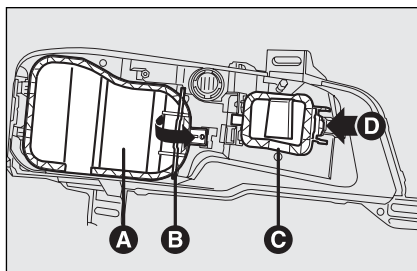

fig. 27
- ☐ remover a tampa de protecção **A** e **C**-**fig. 27** desenganchando os relativos dispositivos de retenção **B** e **D**;